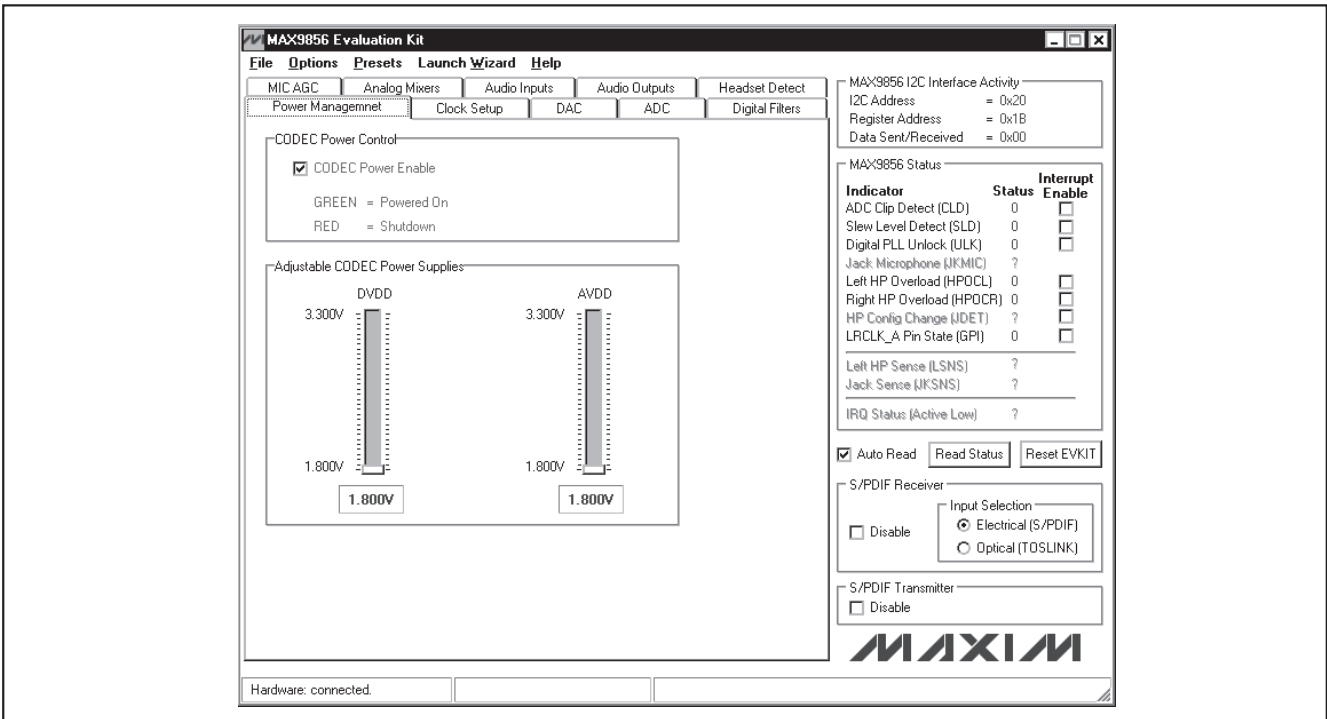
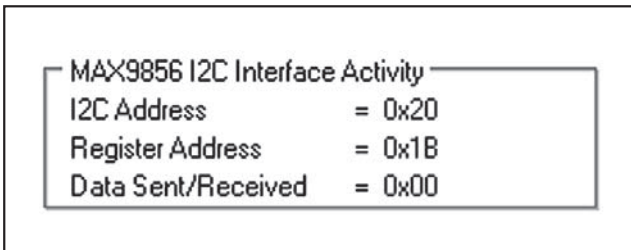
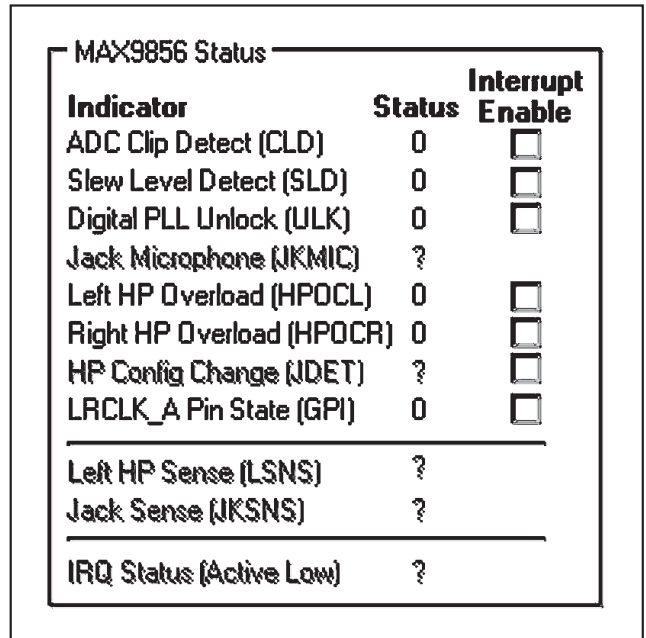
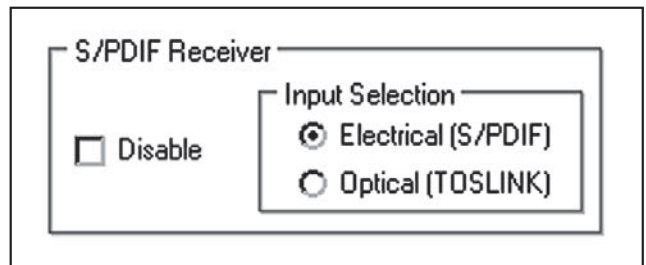

图3. MAX9856评估软件(主窗口)
图4. MAX9856评估软件(MAX9856 I²C接口操作组合框)
图5. MAX9856评估软件(MAX9856状态组合框)
图6. MAX9856评估软件(MAX9856 S/PDIF接收器组合框)
- 15) 点击**Finish**按钮，将出现软件主窗口(图3)。
主窗口(图3)左侧有10个页面，在每个页面中，用户都可操作一组相关的配置。在GUI上的每次控制操作都会产生预期的I²C写操作来更新MAX9856的内部寄存器及评估板上的其它I²C设备。
MAX9856 I2C Interface Activity组合框(图3和图4)显示 Register Address 和发送到寄存器或从寄存器发出的 Data Sent/Received。用该数据校验写入MAX9856或从MAX9856读出的数据是否正确。有些操作可能包含几次连续的寄存器读或写操作，但只显示最后的寄存器读或写操作。
在MAX9856 Status组合框中报告当前状态(图3和图5)。点击Read Status按钮，轮询MAX9856的状态。选中与所要求的状态指示相邻的Interrupt Enable选择框，从而在发生报警条件时触发硬件中断。如果产生中断，IRQ Status (Active Low)指示标签将以红色显示状态“0”。
S/PDIF Receiver组合框(图3和图6)控制板载S/PDIF接收器的操作，选中Disable选项即可关闭接收器。通过点击相应的单选按钮，可选择电信号或光信号输入。
S/PDIF Transmitter组合框(图3)控制板载S/PDIF发送器的操作，选中Disable选项即可关闭发送器。可同时输出电信号和光信号。
点击在图3中显示的**Presets**菜单项，可访问评估板的7种预置工作模式。这些预置配置可快速将MAX9856配置为表1中所列的工作模式。在选择某项预置模式之后，可利用主界面对设置进行相应的优化。
点击图3所示的**Launch Wizard**菜单项，启动设置向导并让软件自动配置评估板。